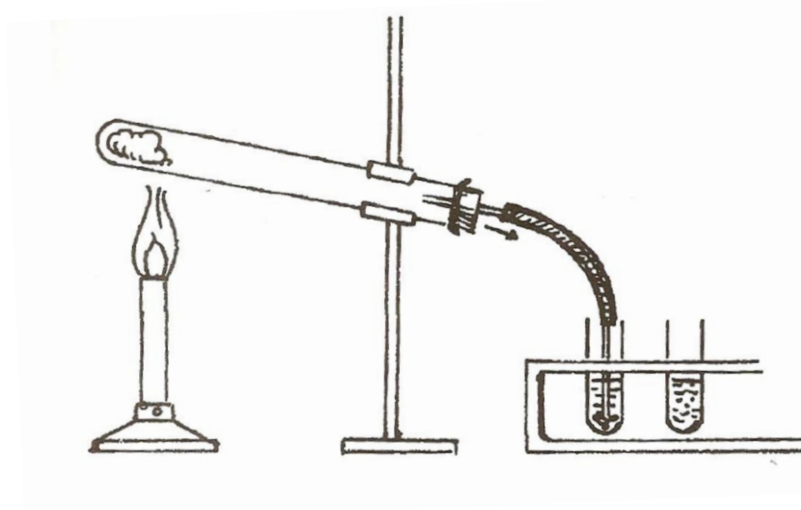

Figura 6.1. Esquema de la obtención de metano mediante pirólisis del acetato de sodio.
- 1.4 Colocar la mezcla en un tubo de ensaye grande, adaptándole un tapón con un tubo de desprendimiento de vidrio, con manguera látex y boquilla de vidrio en el extremo. (Ver la figura 6.1).